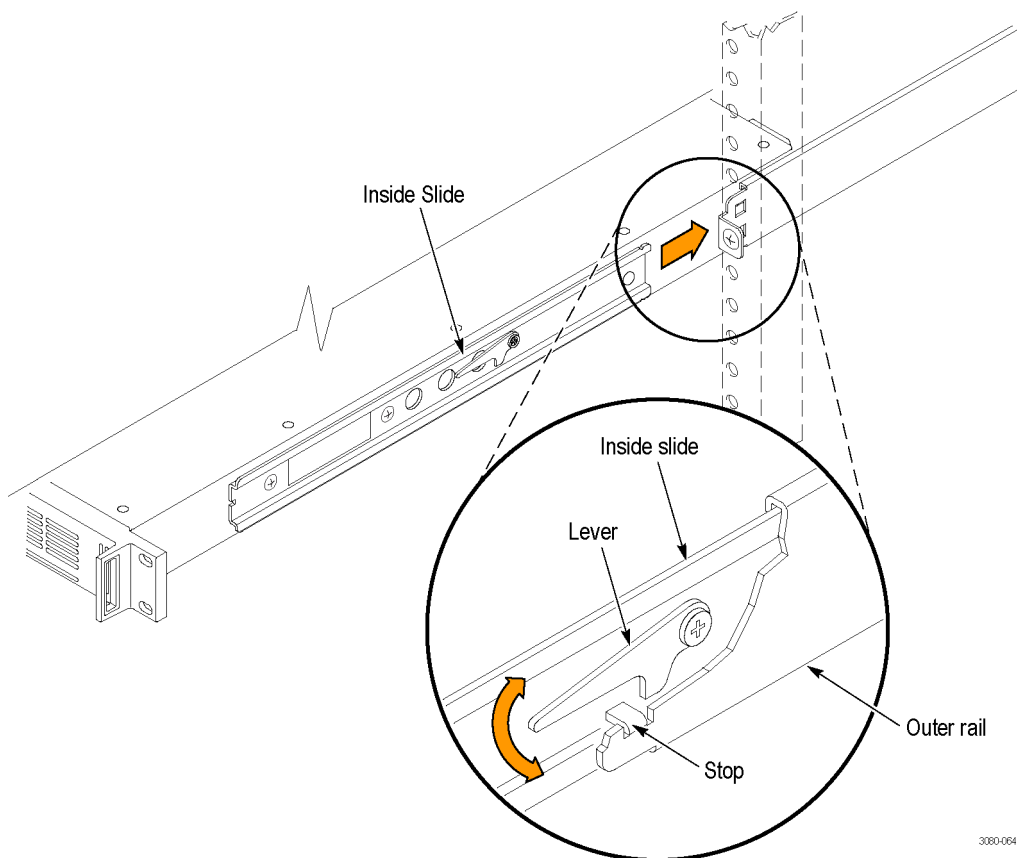

Рис. 2: Установка прибора в стойку и извлечение его из стойки (только опция RACK (СТОЙКА))
1. Вставьте левую и правую направляющие прибора в концы направляющих стойки, отклонив длинные ручки рычагов вверх. См. *Рис. 2: Установка прибора в стойку и извлечение его из стойки (только опция RACK (СТОЙКА))* на странице 8.
3. Одновременно отклоните оба рычага вверх, чтобы освободить фиксаторы. См. Рис. 2: Установка прибора в стойку и извлечение его из стойки \(только опция RACK \(СТОЙКА\)\) на странице 8.